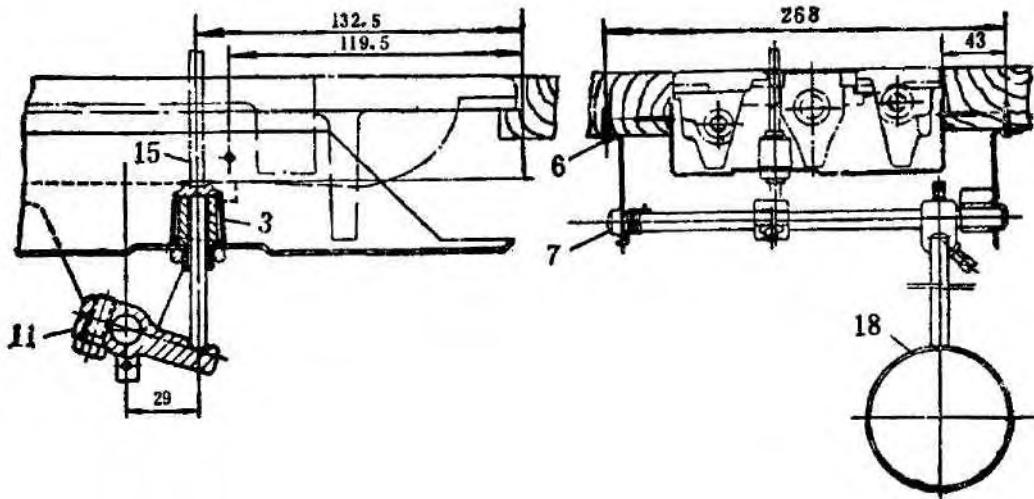

Рис. 3
(рис. 3, см. также рис. на стр. 56)
2) Отрегулируйте положение комплекта коленоподъемника согласно рис. 3, затем затяните держатель вала деревянными винтами 6.